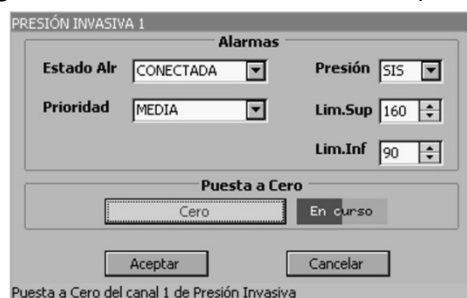

Figura 11-15 - Puesta a Cero en curso
- 7 Una vez iniciado el proceso, en el menú “Puesta a Cero” aparecerá en el lado derecho la indicación **En curso** (Ver Figura 11-15 - Puesta a Cero en curso).